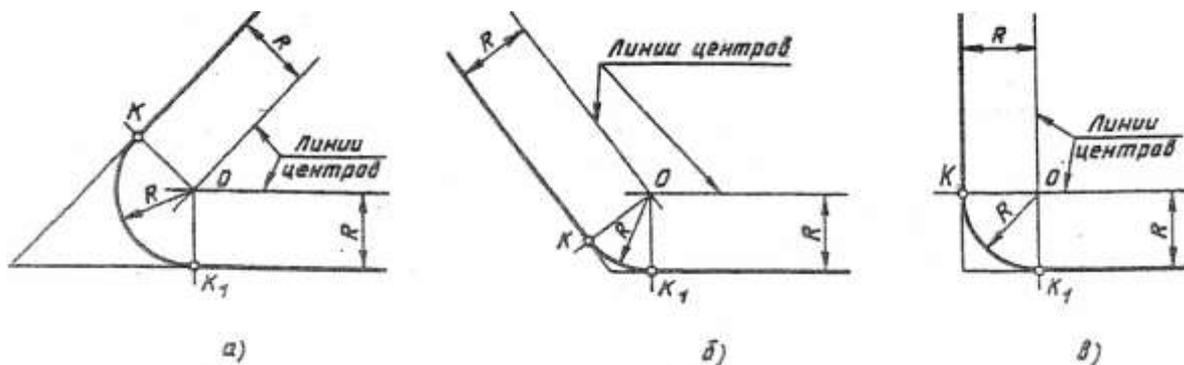

Рисунок 9 - Сопряжение пересекающихся прямых
**Сопряжением** называется плавный переход от одной линии в другую, (рис.9).